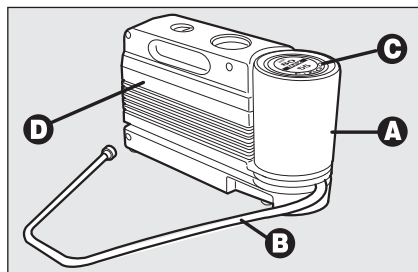

fig. 14
El kit **fig. 14** está ubicado en el maletero. En el mismo, además del kit de reparación rápida, se encuentran también el destornillador y la argolla de remolque.
- ☐ una botella aerosol **A-fig. 14** con líquido sellador, dotada de: